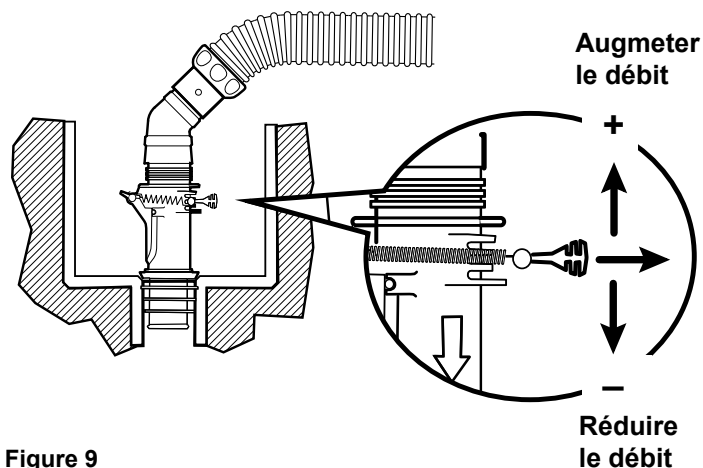

Figure 9
2. Régler la valve FlowKeeper™ en augmentant ou en réduisant le débit, ou régler les vannes au niveau de la plateforme des appareils pour augmenter ou réduire le débit d'eau vers l'aspirateur au besoin (Figure 9).